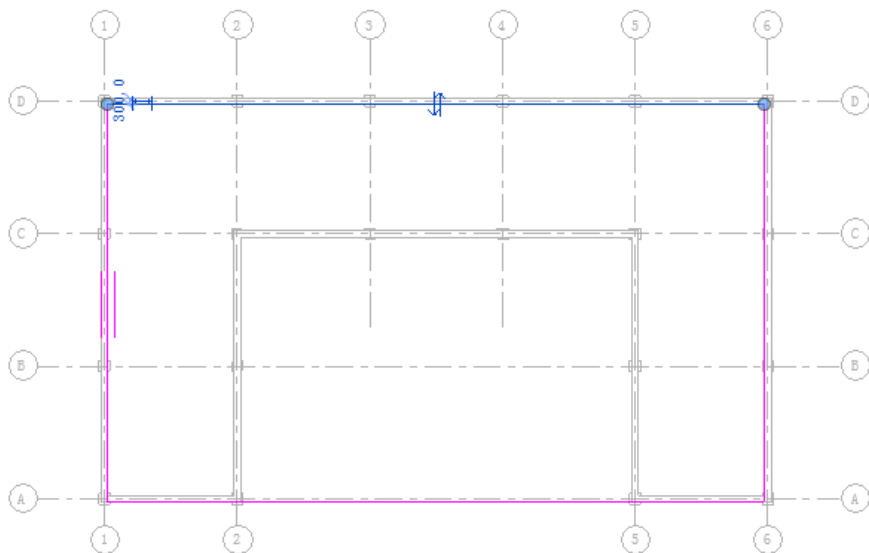

图 11-24 调整边界线的位置
(2) 单击“模式”面板中的“编辑边界”按钮, 打开“修改|楼板>编辑边界”选项卡, 使用绘制工具以更改楼层的边界。
(3) 选择边界线, 然后单击“翻转”按钮, 调整边界线的位置, 如图 11-24 所示, 也可以在选项栏中输入偏移值。